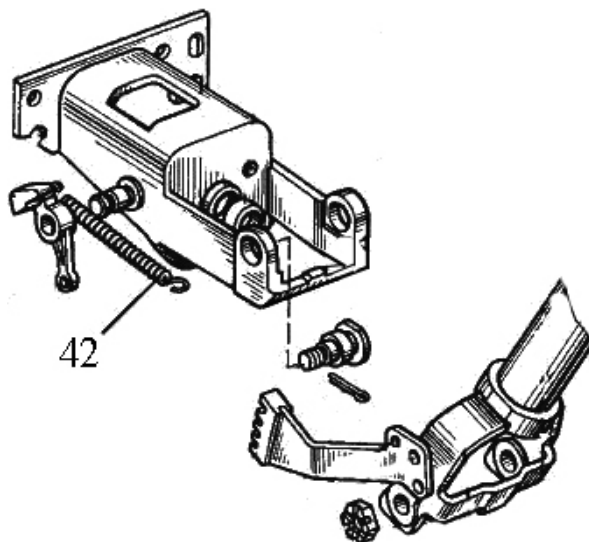

Рисунок 7.16
7) установите пружину 42, (рисунок 7.16), между фиксатором и трубой